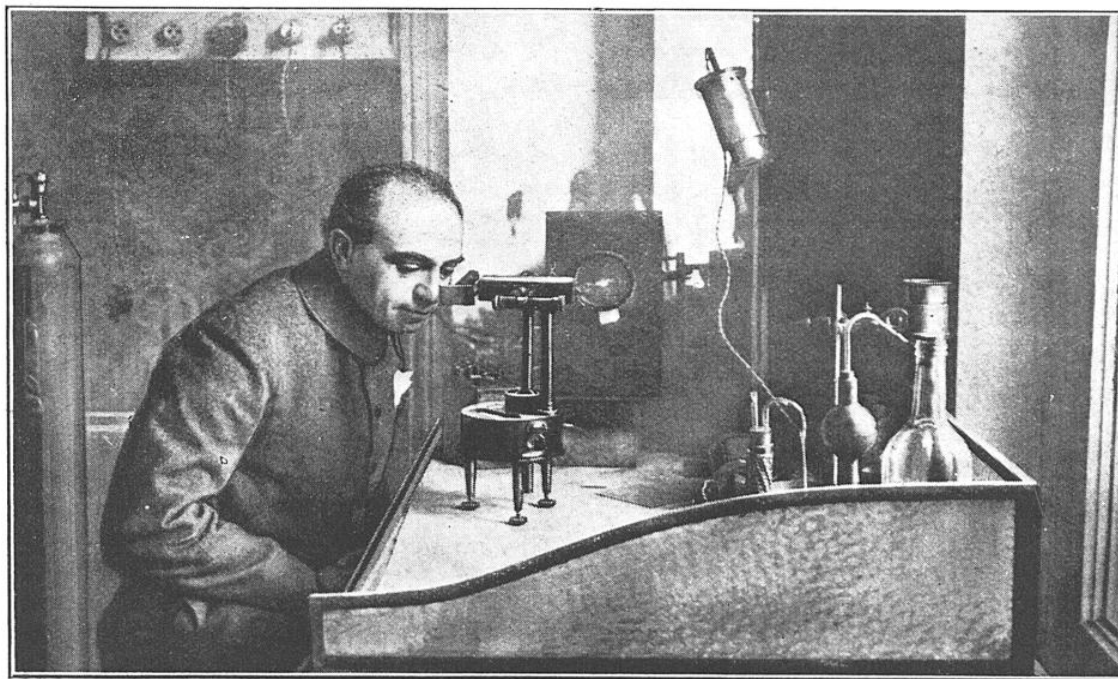

FIG. 1. — L'ACTINOMÈTRE SOLAIRE DU DOCTEUR SZILARD
**PRINCIPE.** — Cet appareil se compose d'une cellule photo-électrique (voir figures 1, 2 et 3), en quartz, à cathode en cadmium, servant d'organe détecteur, et d'un électromètre à lecture directe, à simple aiguille, qui mesure l'intensité du courant électrique transmis par la cellule et proportionnellement à l'intensité des radiations.